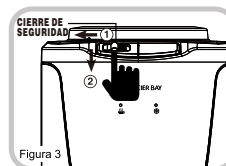
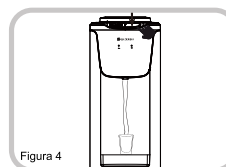

Figura 3
Figura 4
4. Deslice el cierre de seguridad hacia el lado izquierdo y presione simultáneamente el botón de agua caliente hasta que no salga más agua. (Figura 3)
5. Presione el botón de agua fría en la parte superior para dispensar agua hasta que no salga más agua. (Figura 4)
4. Presione cada botón de agua para asegurarse de que el agua corra a través de la unidad. (figura 3, figura 4)